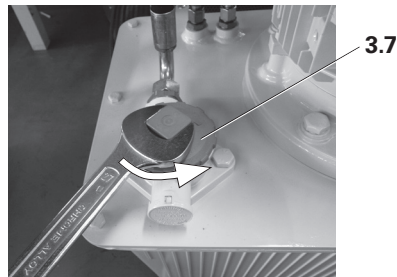

Fig. E1.03
1. Svitare il tappo in plastica del filtro di ritorno (3.7) e aprire. Il tappo in plastica preme l'elemento filtrante (3.12) nella parte inferiore dell'alloggiamento (3.13) per mezzo di una molla. (Fig. E1.03)